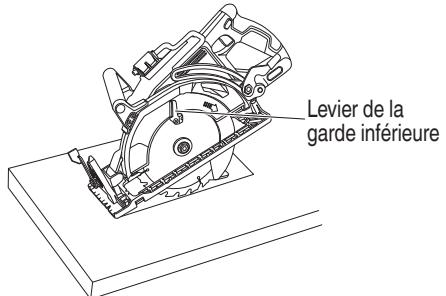

Fig. 31
- (1) Marquer bien lisiblement la section à couper avec des lignes sur tous les côtés. (Voir Fig. 31)
- (2) Réglér la profondeur de coupe en fonction du matériau à couper.
- (3) Pousser le levier à fond vers l'arrière jusqu'à ce que la lame soit exposée, comme indiqué à la Fig. 31.